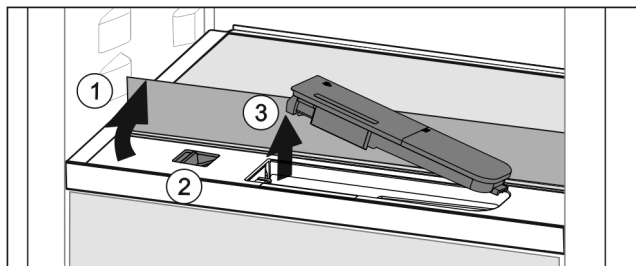

Fig. 48
- Повдигнете стъклената плоча и я завъртете до ограничителя назад Fig. 48 (1).
- Преместете плъзгача Fig. 48 (2) наляво.
- Извадете резервоара за вода Fig. 48 (3).